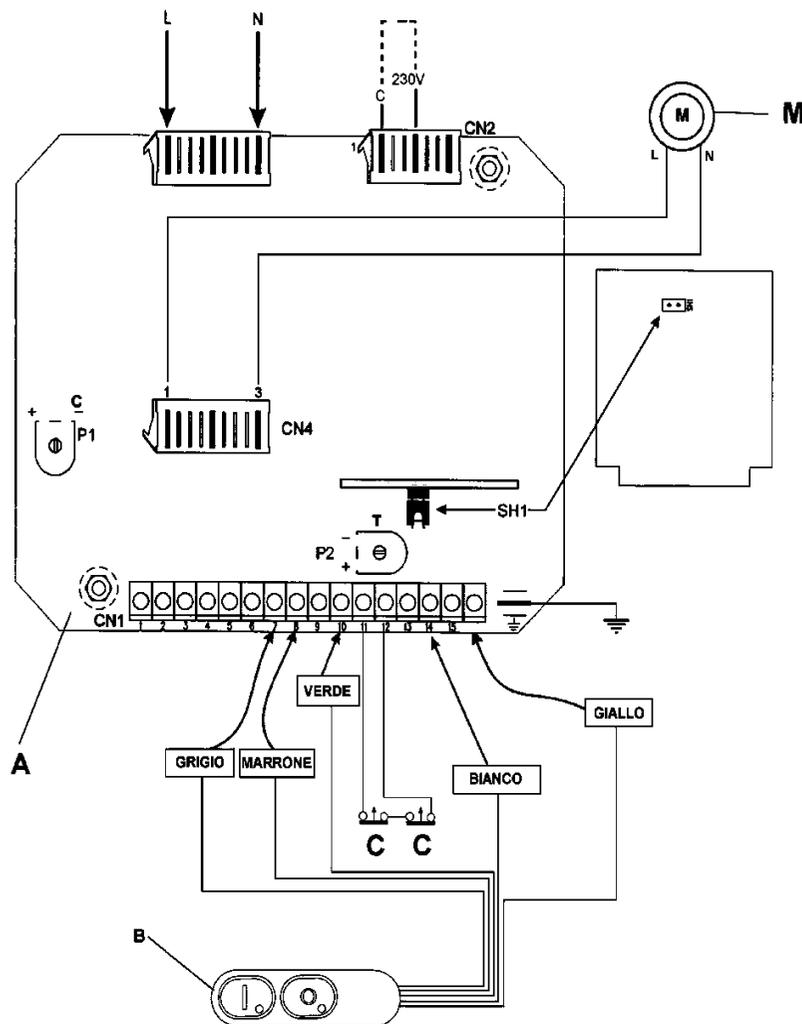

Рис. 2.6.2
2.6.2 Однофазная электрическая схема на 230 В (рис. 2.6.2)